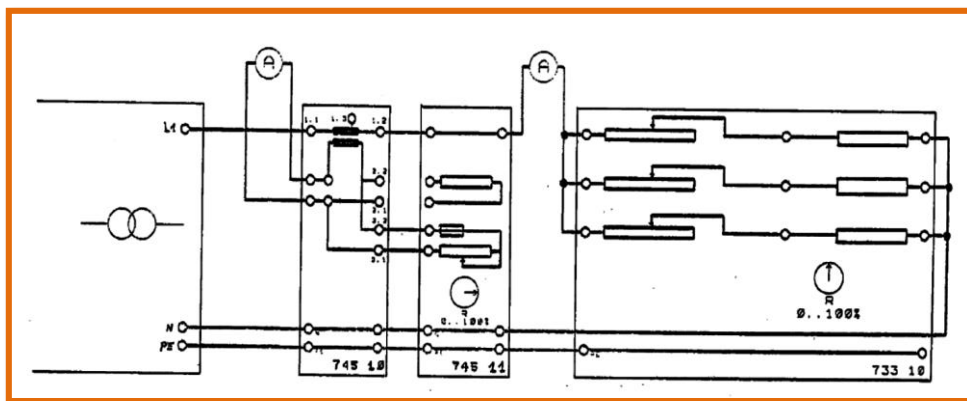

Figure 6.4. Circuit de mesure du rapport de transformation du TC pour différents courants primaires.
- ☞ Réaliser le montage de la figure 6.4.
☞ Réaliser le montage de la **figure 6.4**.